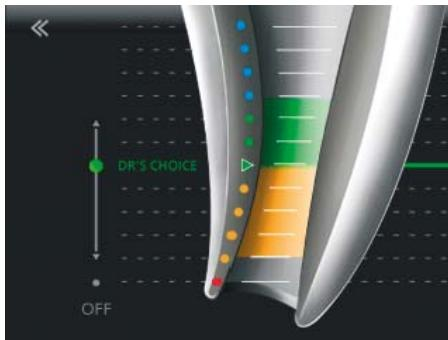

Fig. 23 O ajuste DR'S CHOICE está terminado
- Ajuste deste limitel apical variável para a posição desejada, por ex. para a última barra verde (Fig. 23).